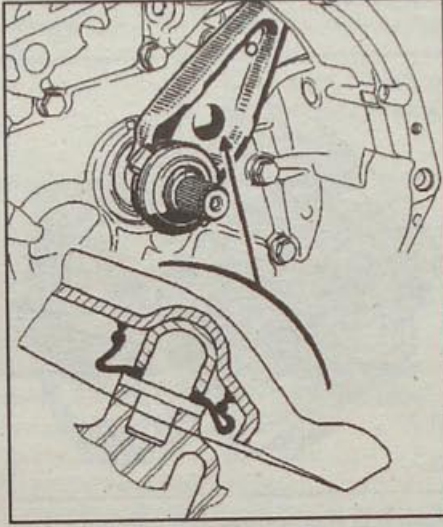

Рис. 6.11. Расположение чехла для опоры вилки выключения сцепления, заполненного смазкой (коробка передач JC)
- Коробка передач JC имеет заполненный смазкой чехол для опоры вилки выключения сцепления. Перед установкой вилки заложите в чехол смазку MOLYKOTE BR2 (рис. 6.11).